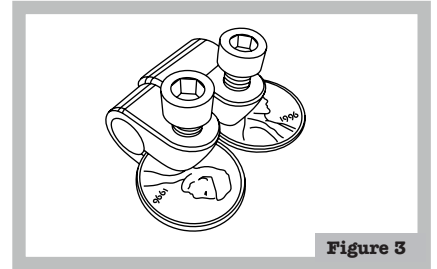

Figure 3
- Si vous avez des difficultés à installer les fixations, vous pouvez utiliser « l'astuce de la pièce de monnaie » : (a) vissez n'importe laquelle des vis M5 dans les trous filetés de la fixation (b) introduisez partiellement des pièces minces dans la fente de la fixation (c) serrez lentement les vis contre les pièces avec une clé hexagonale de 4 mm pour que la fixation s'écarte suffisamment afin de permettre l'installation (figure 3).